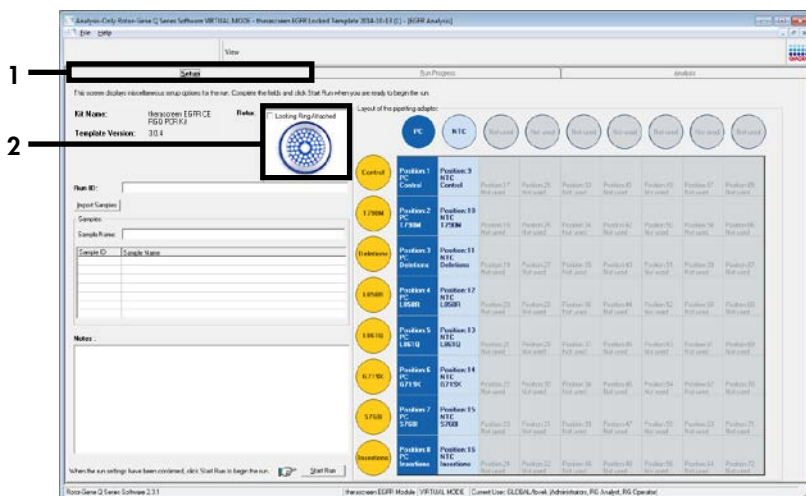

Figura 11. A guia “Setup” (Configuração) (1) e a caixa “Locking Ring Attached” (Anel de travamento anexado) (2).
13. A guia “Setup” (Configuração) é exibida por padrão (Figura 11). Certifique-se de que o anel de travamento está anexado corretamente e marque a caixa “Locking Ring Attached” (Anel de travamento anexado). Feche a tampa do equipamento Rotor-Gene Q MDx.